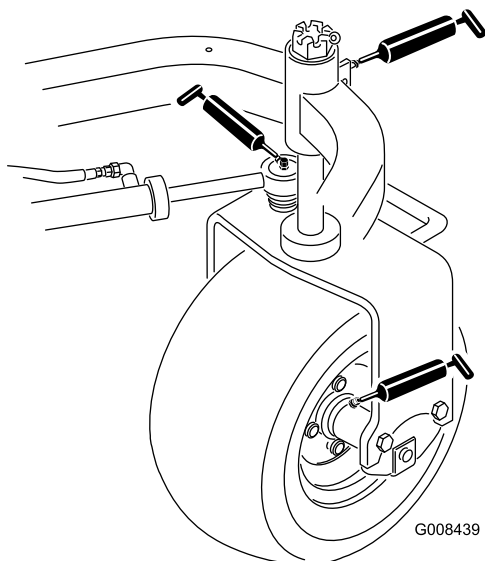

Figura 29
- Mozzo della ruota posteriore (1) (Figura 29)
- Cuscinetto della ruota orientabile (1) (Figura 29)
- Cilindro sterzante (2) (Figura 29)